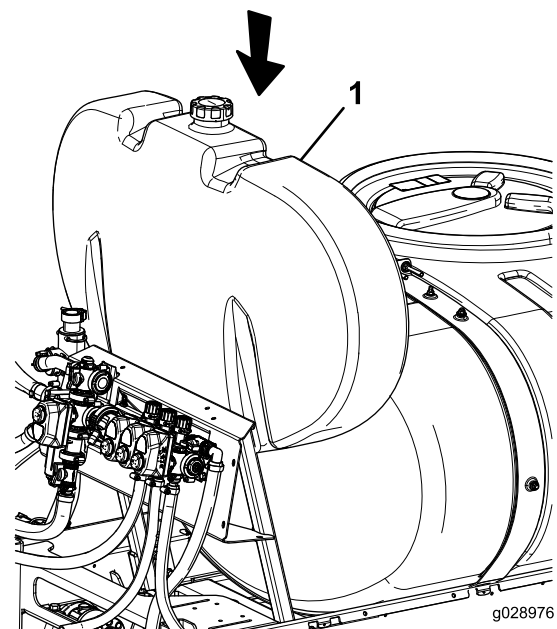

Bild 9
1. Bauen Sie den Spülbehälter ein, wie in Bild 9 abgebildet.
2. Bringen Sie die Spülbehälterriemen mit den vorher entfernten Befestigungen an den hinteren Behälterriemen an (Bild 9).